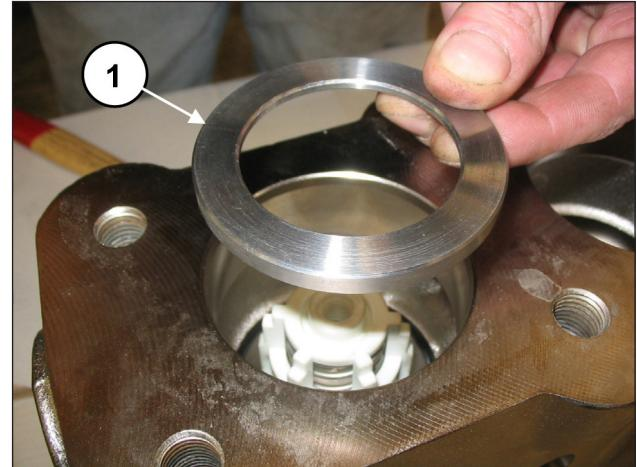
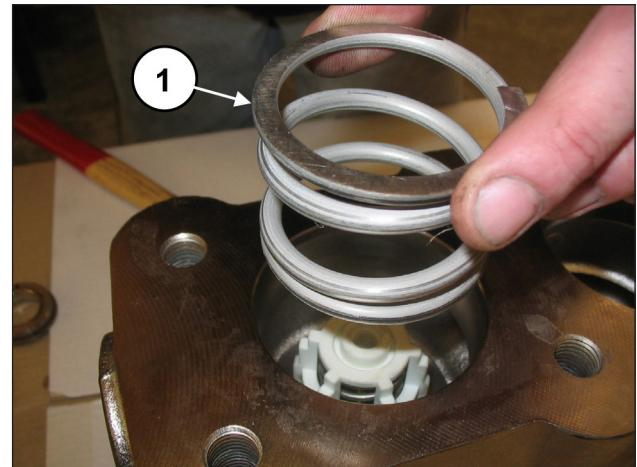

Abb. 102
Abb. 103
Setzen Sie den Ring des Ventilsitzes (Pos. ①, Abb. 102) und die Feder ein (Pos. ②, Abb. 103).